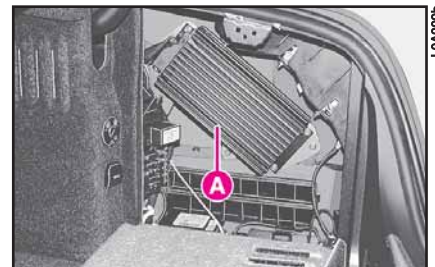

fig. 227
- un amplificateur HI-FI à haute puissance avec 5 canaux, quatre de 25 W et un de 100 W, en classe D avec égalisation analogique en amplificateur et phase du signal logé dans le compartiment droit du coffre à bagages A (fig. 227).